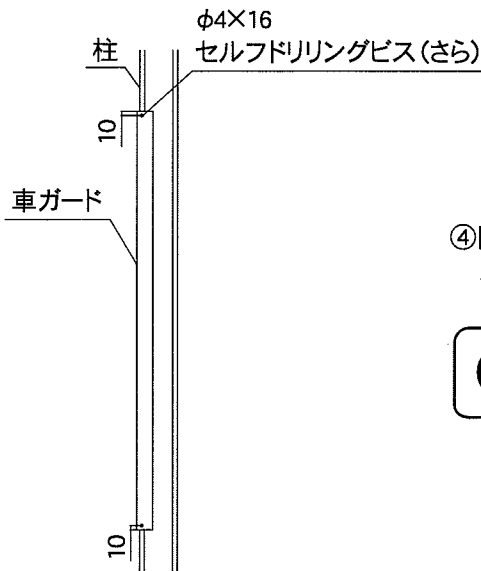

図4
④図1と図4を参考にし、柱の内側に2箇所ビス止めしてください。